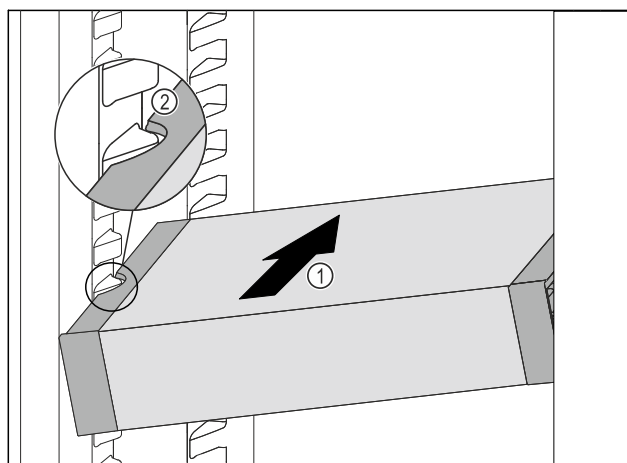

Fig. 105
- ▶ Zasuňte VarioSafe do chladničky pod úhlem tak Fig. 105 (1), aby vybrání na bocích Fig. 105 (2) VarioSafe byla na úrovni žebrování na nádoby v chladničce.